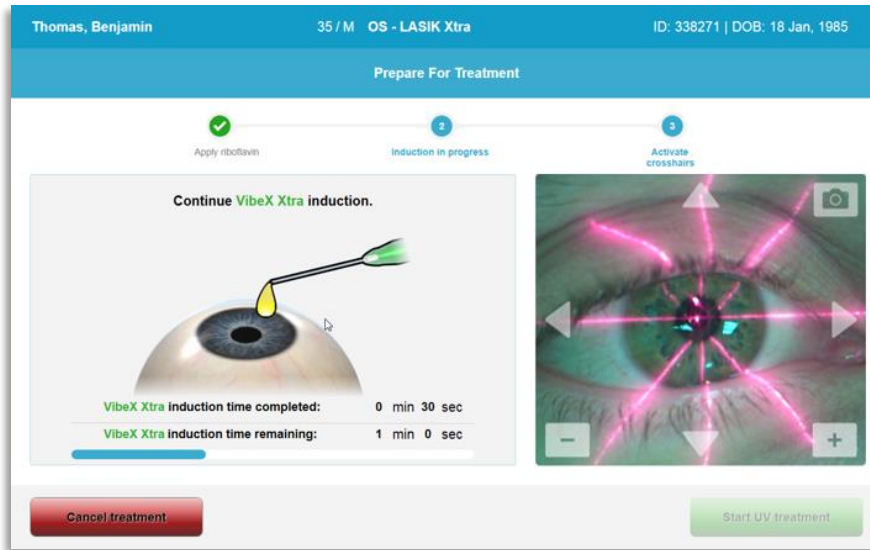

Figura 3-22. Alinierea reticulelor în cruce (crosshair) în timpul inducției
- Laserele de aliniere de culoare roșie se vor aprinde cu 30 de secunde înainte de sfârșitul perioadei de inducție, așa cum se arată în Figura 3-22.